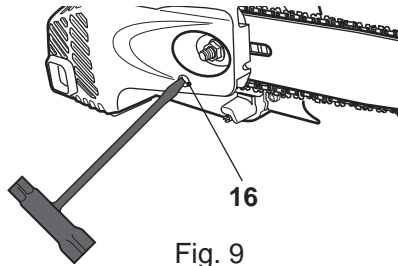

Fig. 9
2. Tournez la vis de tension (16) jusqu'à ce que les maillons d'entraînement touchent juste le bord inférieur du guide- chaîne (7) (Figs. 9, 10).